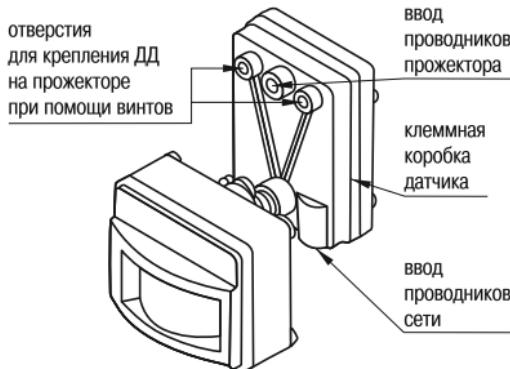

Рисунок 2 – Конструкция датчика движения ДД 017
- датчик ДД 017, ДД 019 установить на прожекторе, для этого: открутить установочные винты и снять с прожектора коробку ввода, на её место при помощи винтов (рисунок 2) установить датчик;
- ввести проводники прожектора (L, N, PE) в центральное отверстие в клеммной коробке датчика (рисунок 2). Подключить провода питания согласно 3. Установить прожектор на монтажной поверхности.